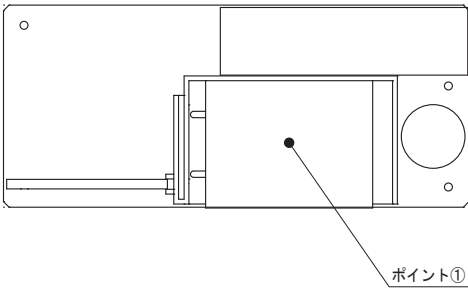

図6.1 TEPS45Fの温度測定ポイント（トップビュー）
- 図6.1～6.2で示す温度測定ポイントの温度を、表6.1～6.2で示す温度以下となるようにお使いください。